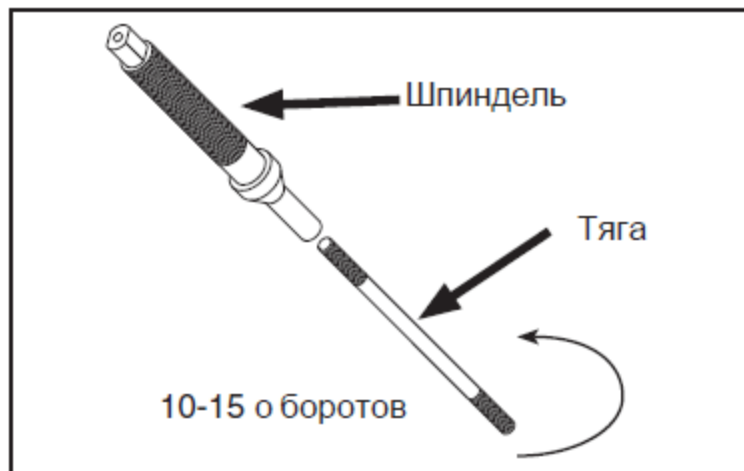

Рис. 4. Шпindel с тягой
3. Ввернуть тягу приблизительно на 10-15 оборотов в шпindel. У тяги имеются резьбовые концы. Один из них остается открытым, **Рис.4.**
4. Поставить шпindel с тягой в патрон шпинделя сверху стола. Совместить шпоночный паз шпинделя с установочным штифтом вверху патрона шпинделя. Посадка шпинделя будет ощущаться, **Рис. 4.**